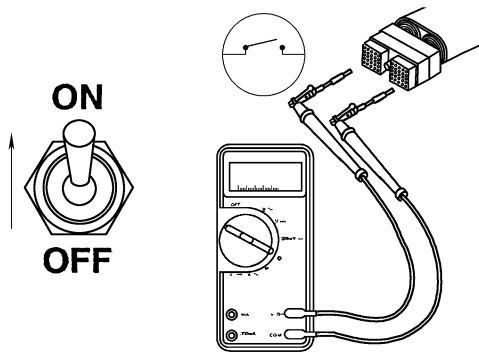

图 5-279 接通开关，测量触针 15 与回路触针间的电阻
(3) 检查触针之间是否短路
① 按上述说明断开各种开关和线束。
② 接通控制开关，测量触针 15 与回路触针(9、10、19、20)之间的电阻，如图 5-279 所示，万用表应显示开路，电阻应大于 $100\text{k}\Omega$ 。如果电路不是开路，则说明开关电路存在短路。